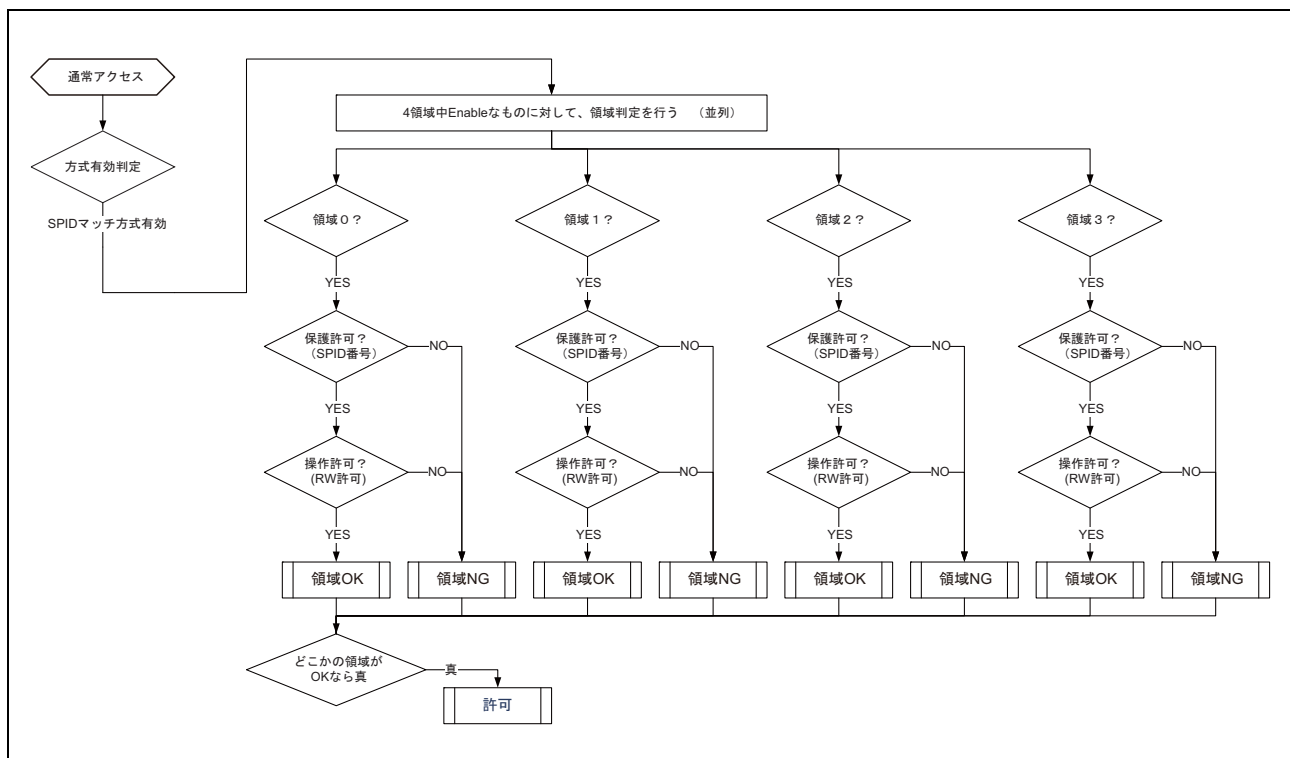

図 3.4 システム保護識別子 (SPID) によるアクセス許可
(2) SPID による保護
- 「システム保護識別子 (SPID)」によるアクセス許可 (図 3.4 を参照)